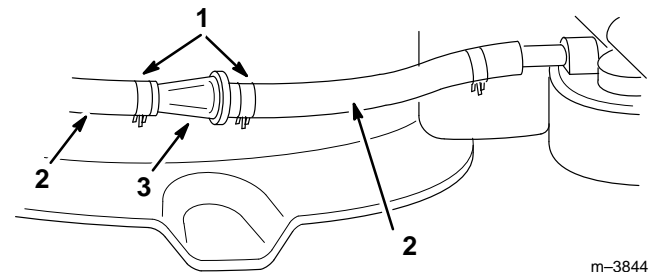

Abbildung 34
Den Kraftstofffilter alle 100 Betriebsstunden bzw. jährlich austauschen, je nachdem, welcher Fall zuerst eintritt. Der beste Zeitpunkt zum Austausch des Kraftstofffilters (Abb. 34) ist bei leerem Kraftstofftank. Niemals einen schmutzigen Filter installieren, der von der Kraftstoffleitung entfernt worden ist.
1. Die Enden der Schlauchklemmen zusammendrücken und vom Filter wegschieben (Abb. 34).